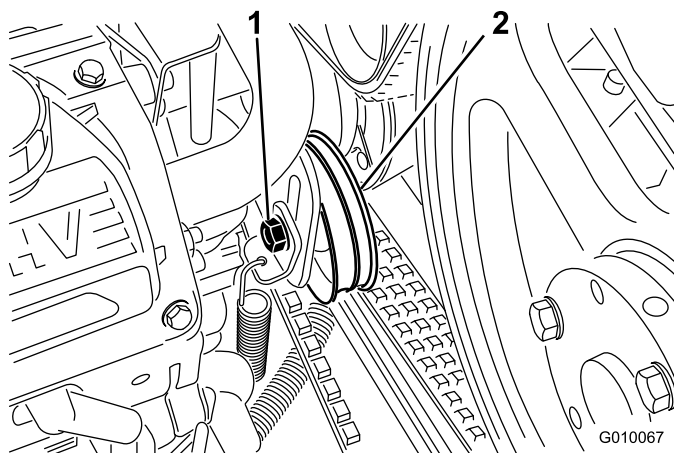

Figura 57
3. Desaperte o parafuso intermédio da correia da bomba o suficiente para permitir o movimento na sua ranhura de ajuste (Figura 57).